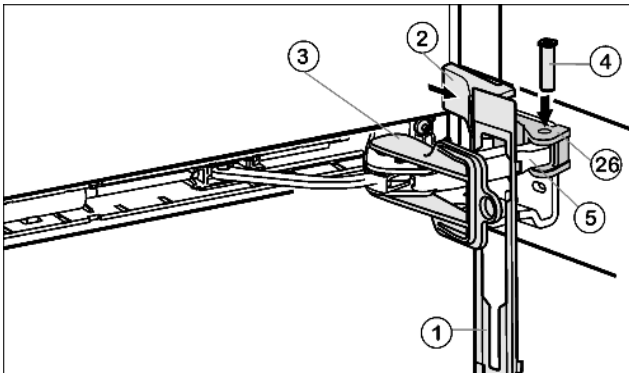

Fig. 13
- ▶ Навесьте накладку Fig. 13 (1) на амортизационную скобу таким образом, чтобы передние защелки показывали вперед, а передняя сторона была направлена к устройству.
- ▶ Притяните амортизационную скобу Fig. 13 (5) к опорной детали Fig. 13 (26) и сверху снова вставьте палец Fig. 13 (4) таким образом, чтобы квадратная головка сидела в углублении.
- ▶ Установите и защелкните крышку Fig. 13 (2).
- ▶ Поворотом снимите фиксатор Fig. 13 (3).
- ▶ Защелкните накладку Fig. 13 (1) на дверце.